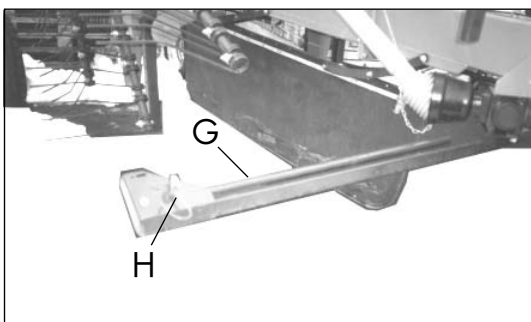

Figure 3-18
6. Faire sortir l'étrier écran pour le transport sur route ainsi que pour la position de parking (G) et le bloquer par une goupille de sécurité (H) (figure 3-18).